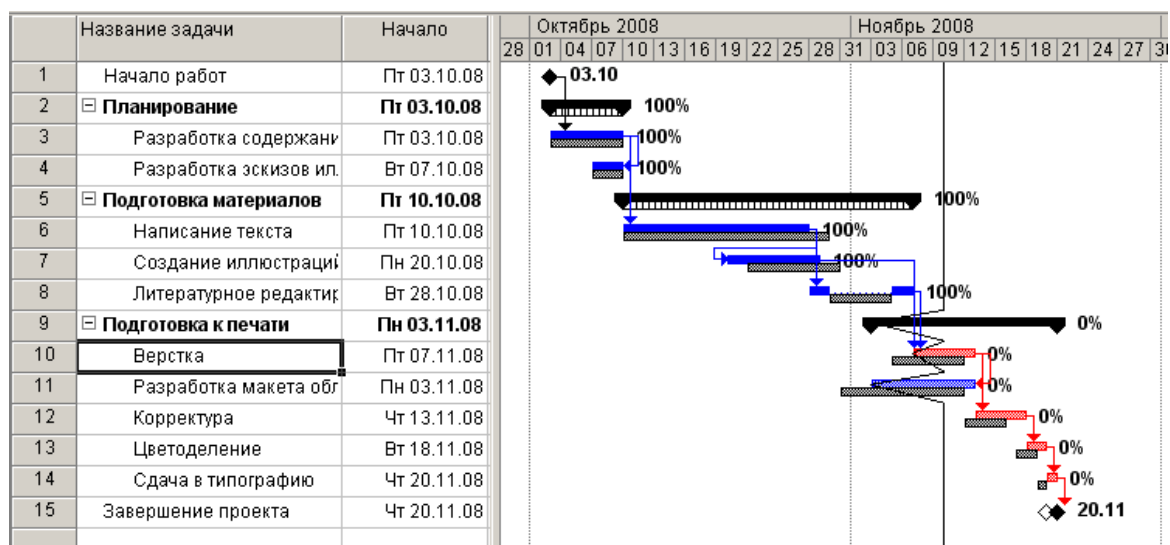

Рис. 59. График выполнения проекта на 9 ноября 2008 года
- Выберите интересующую вас дату, например **9 ноября 2008** года, и щелкните левой кнопкой мыши на диаграмме. В указанной точке отобразится график выполнения проекта (рис. 59).